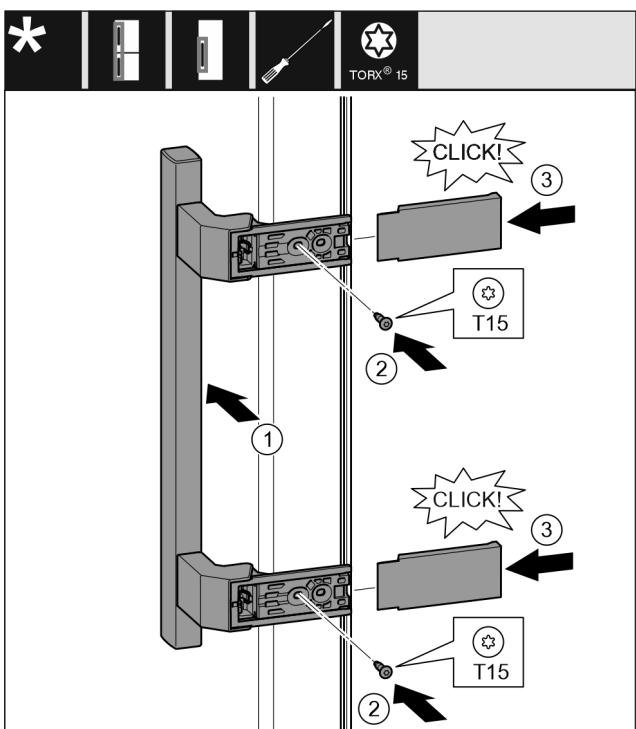

Fig. 16
- ▶ Поставете дръжката от другата страна. Fig. 16 (1)
- ▶ С отвертка T15 затегнете винтовете. Fig. 16 (2)
- ▶ Поставете отстрани капациите и ги нахлузете. Fig. 16 (3)